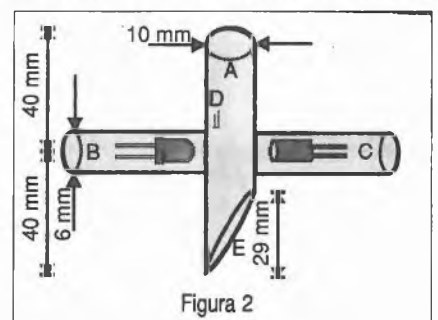

Figura 2
O sensor mostrado na Figura 2 foi confeccionado em vidro, apresentando um tubo (A) que deve ser conectado à mangueira de saída de água do condensador, e dois tubos (B) e (C) soldados perpendicularmente ao tubo (A). Nestes dois tubos foram colocados o diodo D₁ e o transistor Q₁, cujos terminais foram soldados a um cabo blindado (dois condutores mais a blindagem). A fixação de D₁ e Q₁ foi feita com cola epóxi e do cabo blindado com abraçadeiras de nylon. A inclusão do tubo (D) e o corte diagonal (E) se mostraram impor-